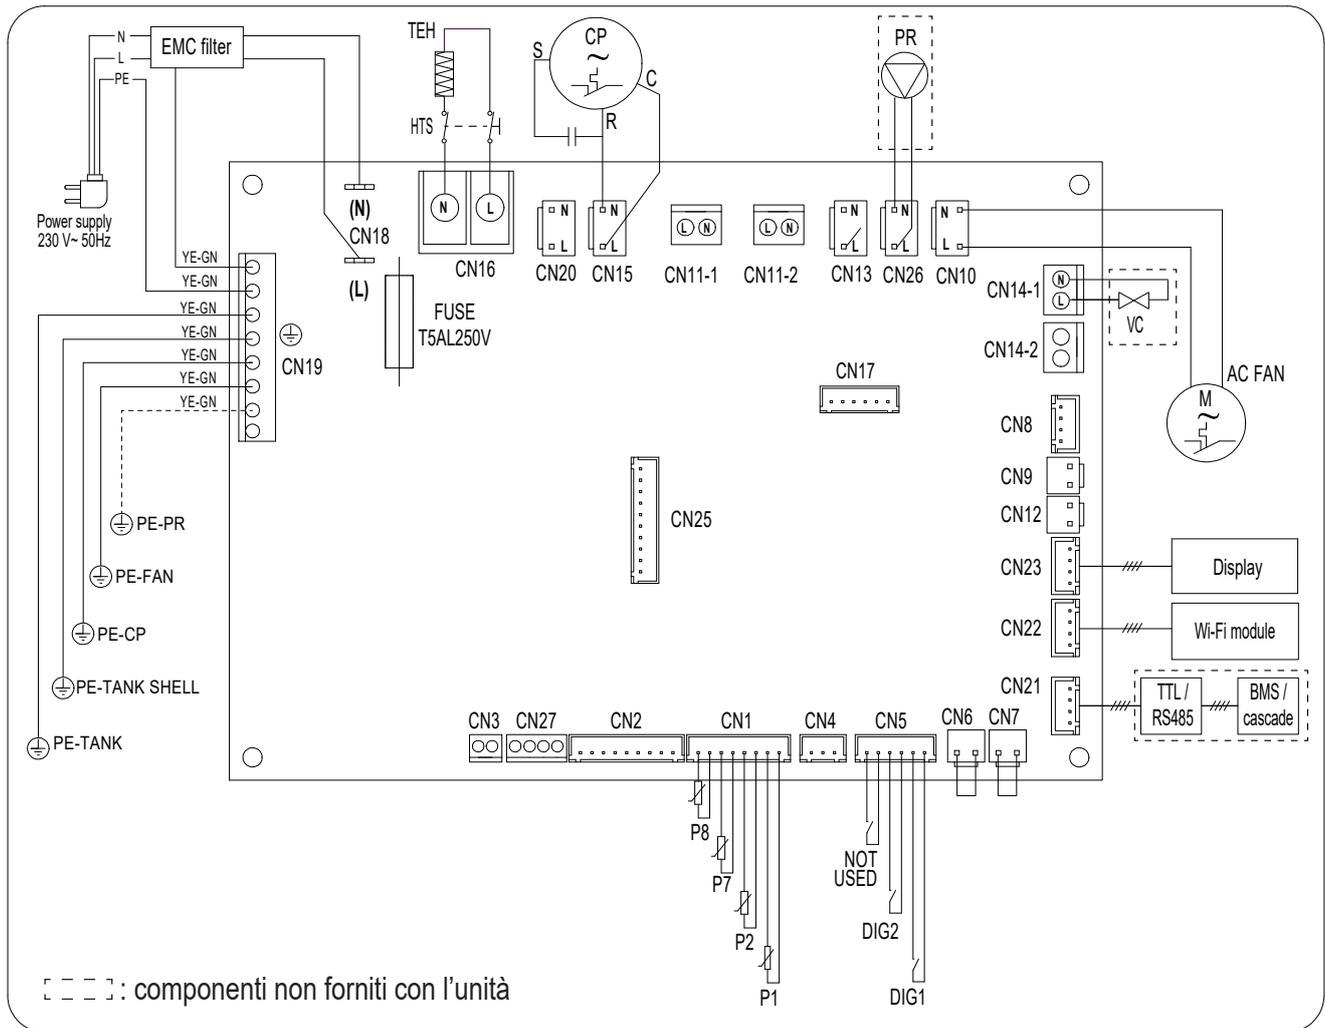

fig. 69 - Schema elettrico dell'apparecchiatura
- 1) La pompa di ricircolo (part.16) va collegata al morsetto CN26 della scheda madre del master (rif. "fig. 69 - Schema elettrico dell'apparecchiatura" a pagina 54).
- 2) Montare una valvola solenoide normalmente aperta (part. 19) per ciascuna unità della cascata. La valvola va collegata al morsetto CN14-1 (rif. "fig. 69 - Schema elettrico dell'apparecchiatura" a pagina 54) della scheda madre di ciascuna unità .